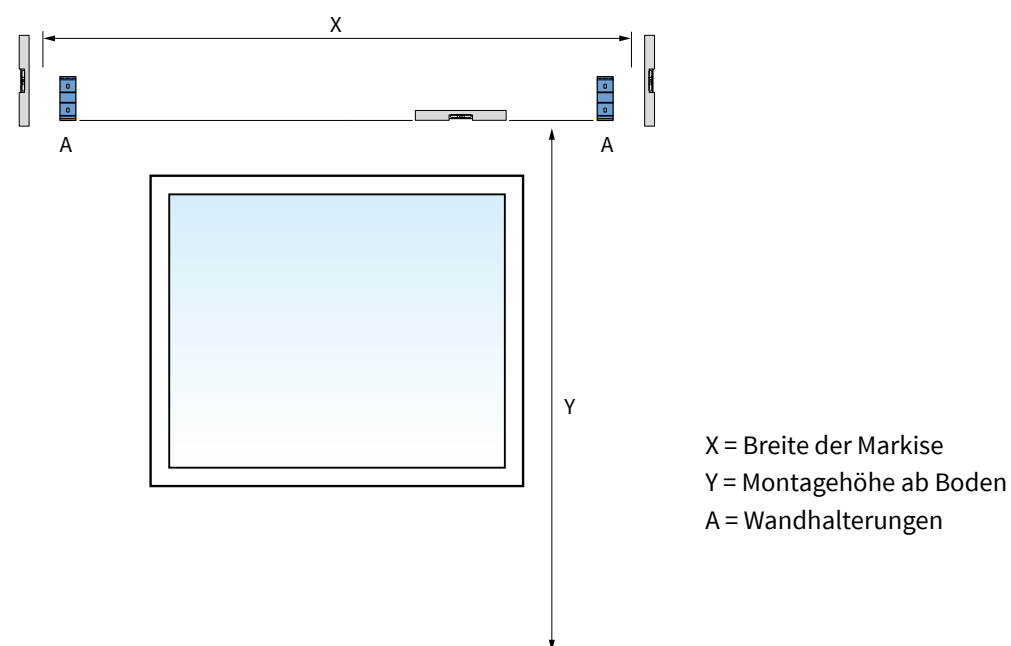

Abb. 1.2 Anbringung der Wandhalterungen
Zeichnen Sie die Bohrlöcher der Wandhalterungen (A) an der Wand an. Diese müssen waagrecht und senkrecht wasserwaagengenau ausgerichtet werden. Siehe Abbildung 1.2.